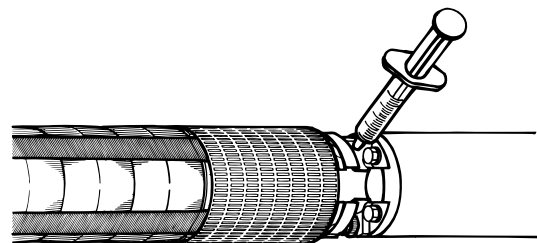

Fig. 7 Position de la vanne de remplissage
1. Retirer le filtre devant la vanne en haut du moteur en utilisant un tournevis. Si le filtre est équipé d'une fente, dévisser. La figure 7 indique la position de la vanne de remplissage.
2. Pousser la seringue contre la vanne et injecter le liquide. Voir fig. 7. Si le cône de la vanne est trop dépressurisé, la vanne peut être endommagée et fuir.